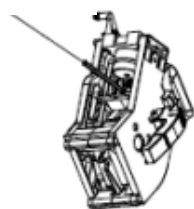
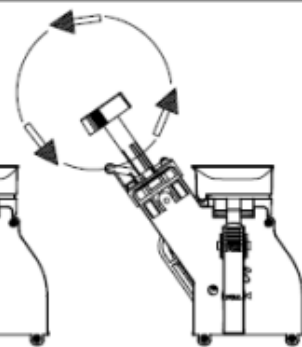

Fig.13
Fig.17
4. Curatati infuzorul: Aparatul de cafea este dotat cu un infuzor detasabil iar pentru a asigura calitatea cafelei si stabilitatea functionarii aparatului, curatati acest infuzor zilnic. Clatiti-l in apa. Nu folositi niciodata curatatori sau substante de dezinfectare. Stergeti-l cu o carpa uscata apoi montati-l inapoi in aparat. Filtrul din grupul de infuzare poate fi dezasamblat pentru curatare (vezi Fig. 13 – Fig 17).